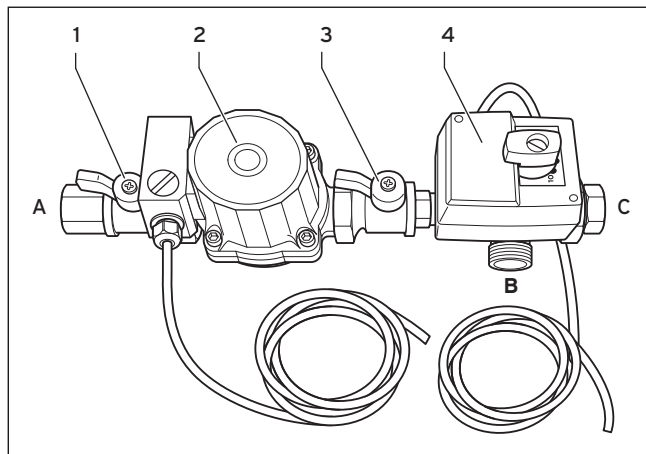

Abb. 5.3 Rücklaufftemperaturanhebung
- Schließen Sie die Rücklaufftemperaturanhebung (Abb. 5.3) an den Kesselrücklaufanschluss (C) an.
- Schließen Sie die Rücklaufftemperaturanhebung am Rücklaufanschluss der Rückseite des Pellet-Heizkessels (A) an. Dabei muss der Pfeil auf der Unterseite der Rücklaufpumpe (2) zum Pellet-Heizkessel zeigen.
- Verbinden Sie den 3-Wege-Mischer der Rücklaufftemperaturanhebung über den Bypass (B) mit dem Kesselvorlauf.
- Stellen Sie die Elektroverbindungen für die Rücklaufpumpe (2) und den 3-Wege-Mischer (3) her.